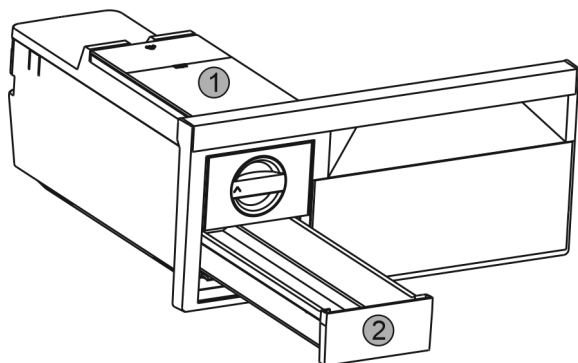

Fig. 29
- ▶ Wassertank Fig. 29 (1) und Eiswürfel-Schubfach Fig. 29 (2) entnehmen.